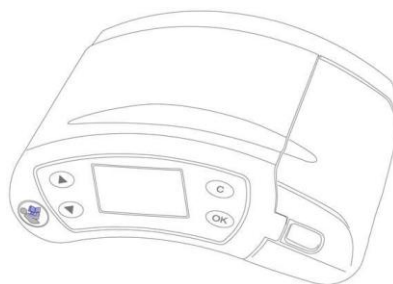

Fig. 5 ASSKEA procuff® M horizontal
3. Placez l'appareil en position verticale ou horizontale (Fig. 5) sur une surface stable et plane sans inclinaison.